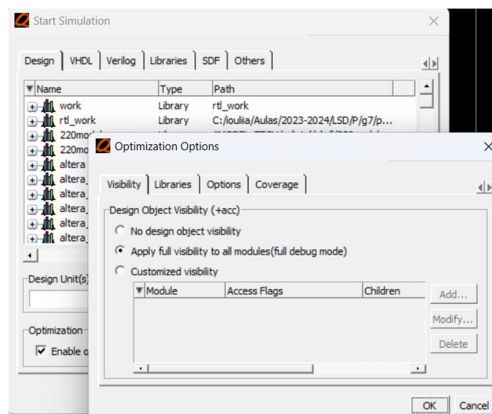

Figura 5 – Início da simulação da entidade Dec2_4En_Tb e arquitetura Stimulus.
9. Inicie a simulação através do menu “*Simulate → Start Simulation... → Optimization Options...*”, seleccionando a opção “*Apply full visibility to all modules*” (Figura 5). Selecione a arquitetura Stimulus da entidade Dec2_4En_Tb.